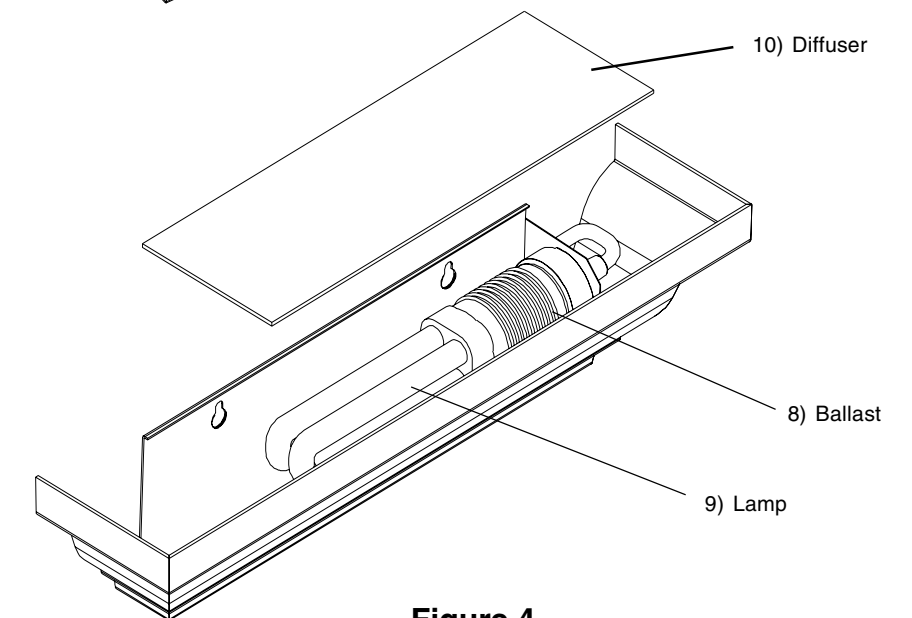

Figure 4
- 11. Installation de la lampe :** Aligner la lampe (9) avec le ballast (8) et pousser délicatement la lampe dans le ballast. **Voir la fig. 4.**
11. Lamp Installation: Align Lamp (9) with Ballast (8) and gently push Lamp into Ballast. **See Fig. 4.**
11. Instalación de la Lámpara: Alinee la Lámpara (9) con el Balastro (8) y empuje suavemente la Lámpara en el Balastro. **Vea Fig. 4.**